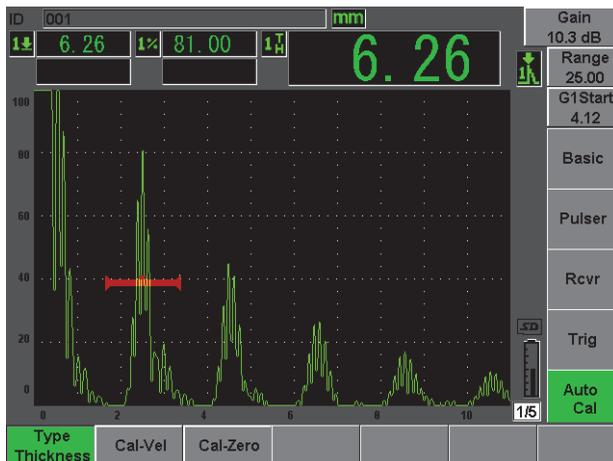

Figura 2-13 Menu Auto Cal
4. Selecione o menu **Auto Cal** (veja Figura 2-13 na página 50).